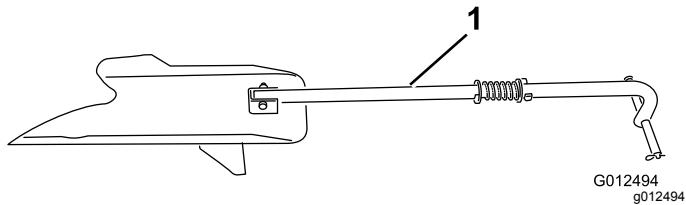
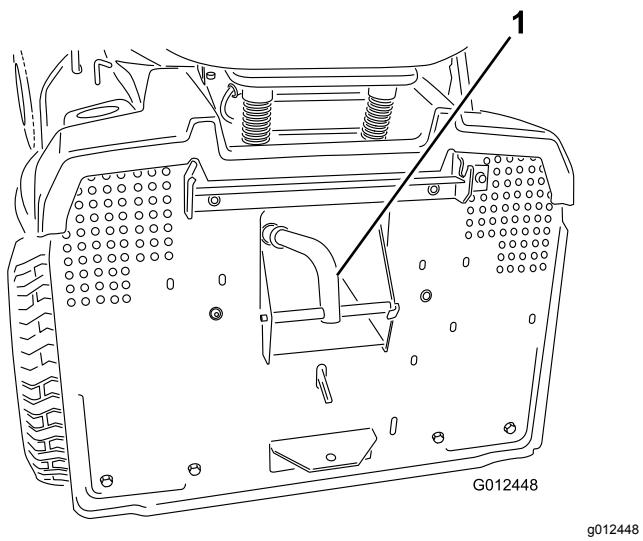

Figura 17
Figura 18
- Inserite il tappo mulching (Figura 17) nell'apertura di scarico posta sul retro della macchina ed agganciatelo al foro della guida di scarico(Figura 18).